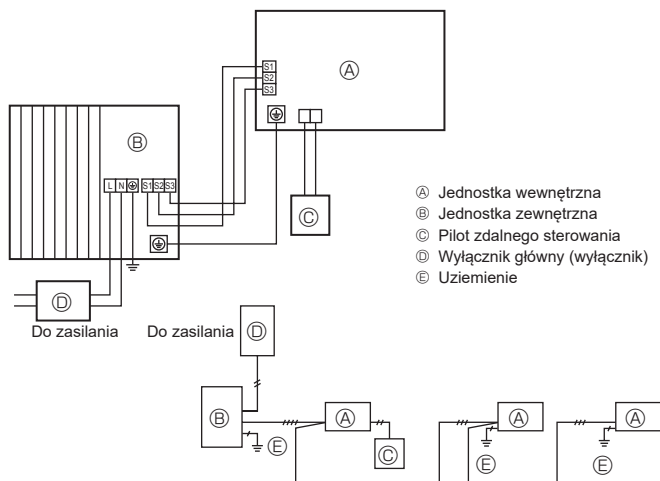

Fig. 6-1
### 6.1. Jednostka zewnętrzna (Fig. 6-1 i 6-2)
- ① Usunąć panel serwisowy.
- ② Podłączyć przewody zgodnie z Fig. 6-1 i 6-2.